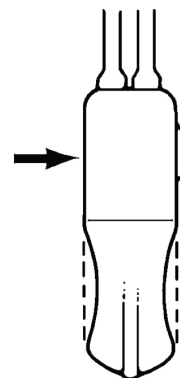

Figura 4-43. Metodo del bastoncino di cotone
2. Applicare pressione sull'area direttamente posteriore al pulsante di disattivazione servendosi della punta di un bastoncino di cotone. (**Figura 4-43**)